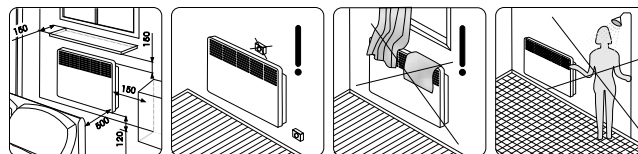

Рис. 3
Установка конвектора на стену (рис. 3, 4) - размеры указаны в миллиметрах.
3. В соответствии с рис. 3,4 и таблицей 1 определите место установки конвектора с соблюдением минимальных расстояний от предметов и минимального расстояния от пола.